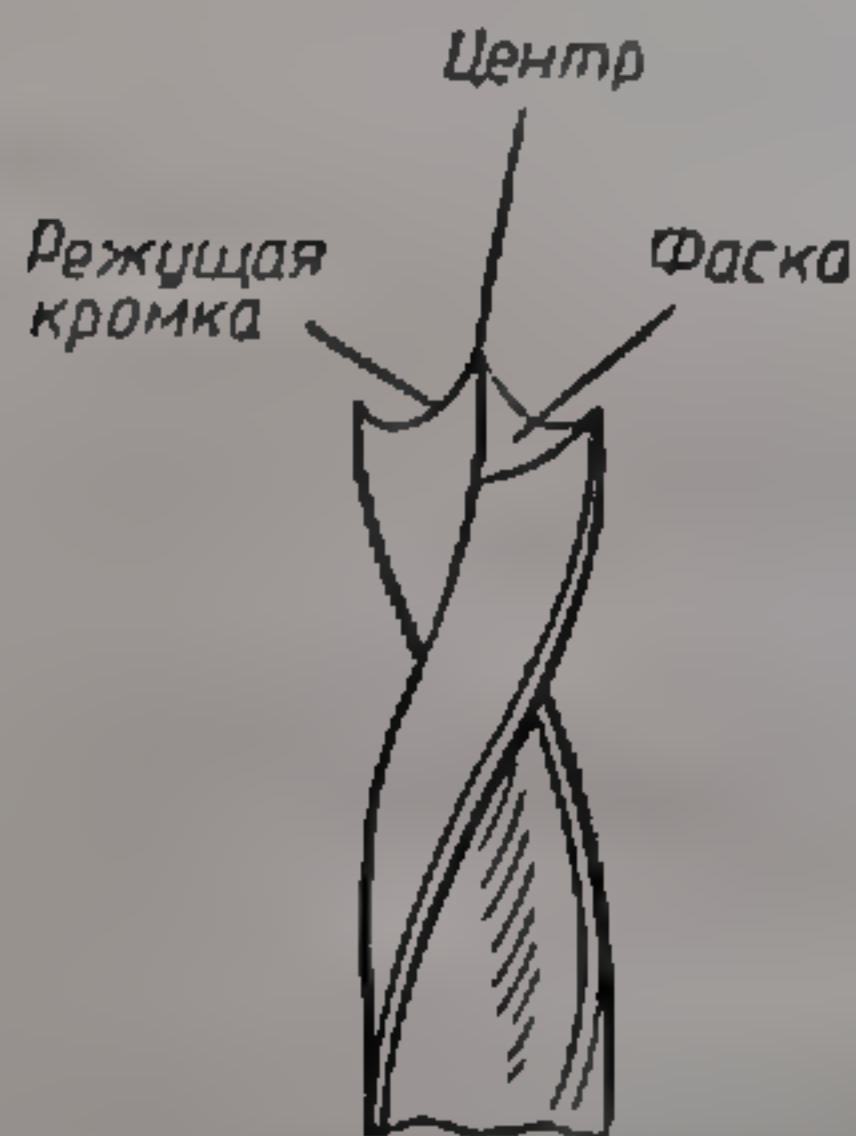
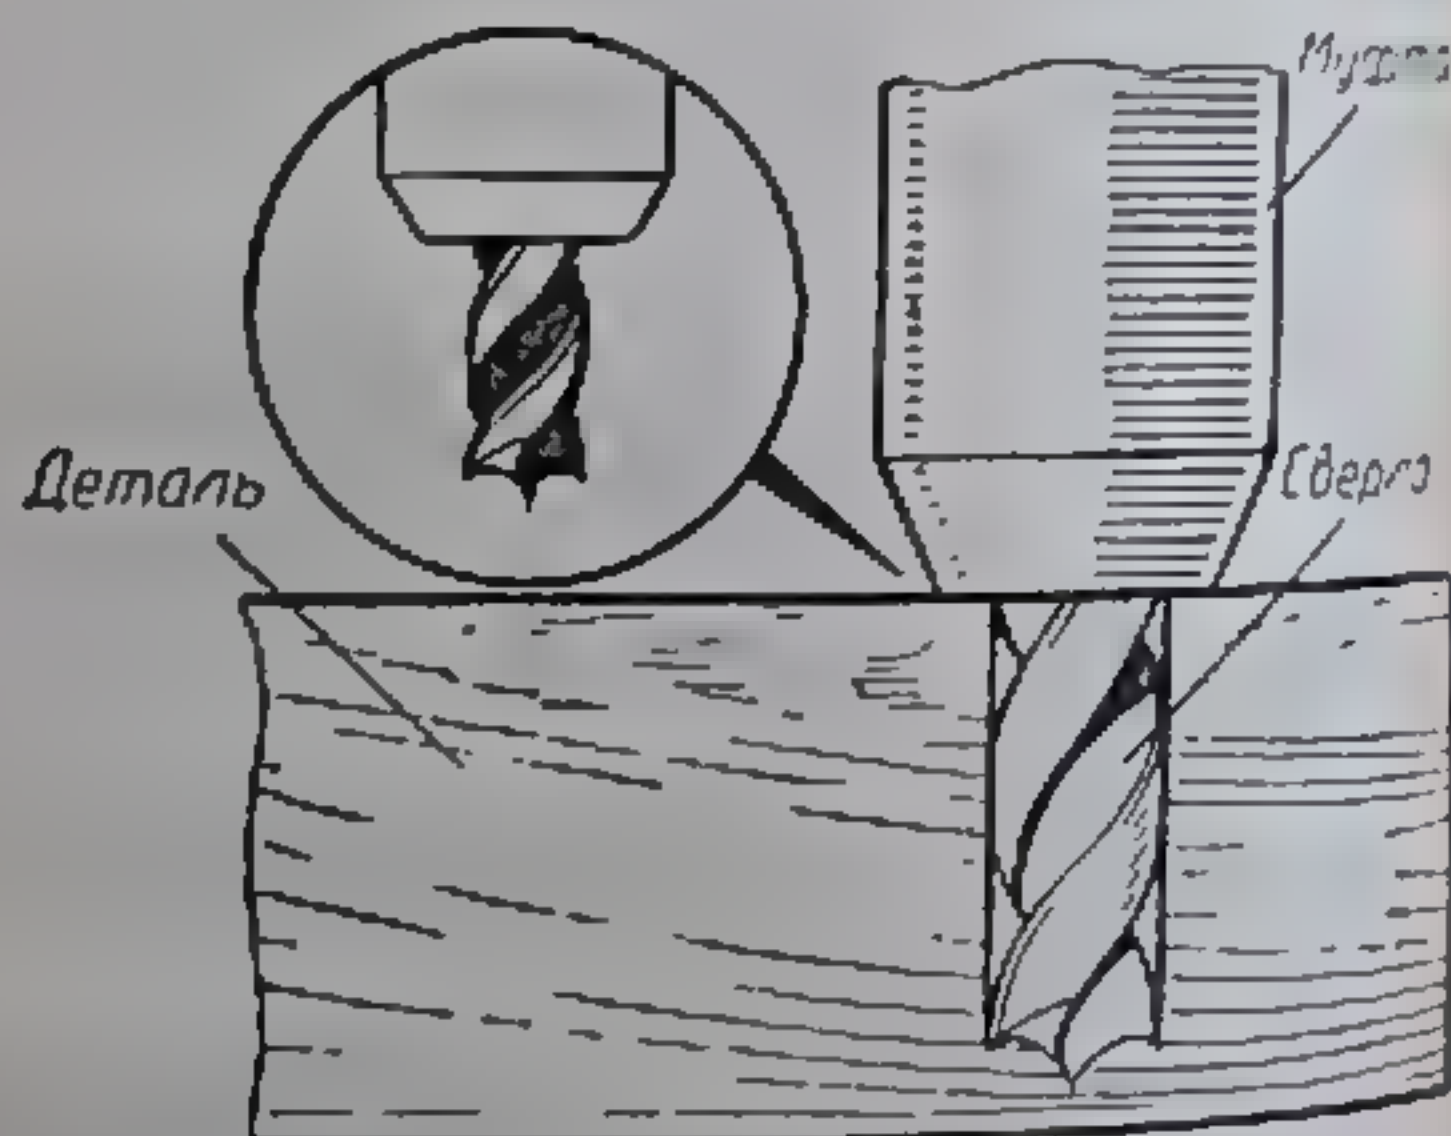

Рис. 72. Сверло для сверления отверстий для круглых шипов.
Рис. 73. Муфта на сверло для контроля глубины отверстия.
3. Просверлить отверстия сверлом (рис. 72) и проверить отверстия (рис. 73).